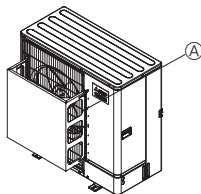

Fig. 2-3
- ② Monter en ekstra luftledeskærm på steder, hvor kraftig vind kan blæse direkte ind i luftudgangen. (Fig. 2-3)